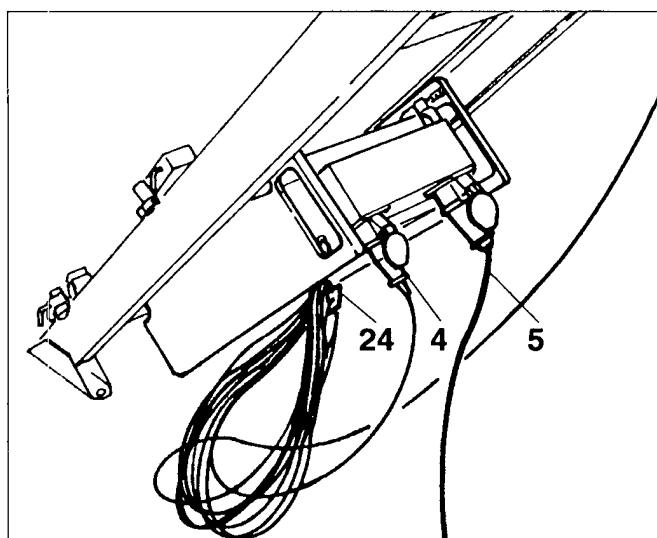

Fig. 21
- De resterende kabel zorgvuldig oprollen en aan de haak (24-Fig. 21) hangen. – Anders bestaat er gevaar voor ongevallen door blijven hangen of beschadiging van de kabel.
- De schuine lift heeft een wisselstroommotor en moet volgens het veiligheidsvoorschrift VDE deel 704 gebruikt worden (b.v. bouwstroomverdeler). – Hiervoor netkabel (6) op bouwstroomverdeler aansluiten.